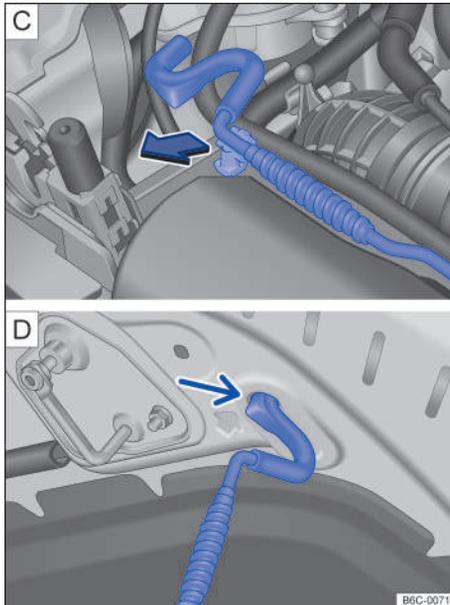

Fig. 217 C) Varilla de sujeción de la tapa del compartimento del motor. D) Tapa del compartimento del motor apoyada en la varilla de sujeción.
- Retirar la varilla de sujeción del soporte en el sentido de la flecha → fig. 217 C) y colocarla en la abertura de la tapa del compartimento del motor → fig. 217 D).
- Retirar la varilla de sujeción del orificio → fig. 217 D) y encajarla en el soporte del cierre → fig. 217 C).